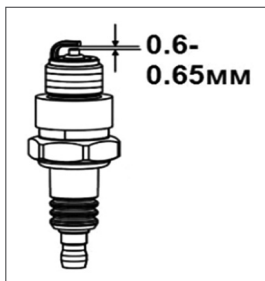

Рис. 22 Свеча зажигания
4. Измерьте зазор между электродами свечи зажигания специальным щупом. Зазор должен быть 0,6-0,65мм (Рис. 22). При увеличении или уменьшении требуемого зазора рекомендуется заменить свечу, так как ре-